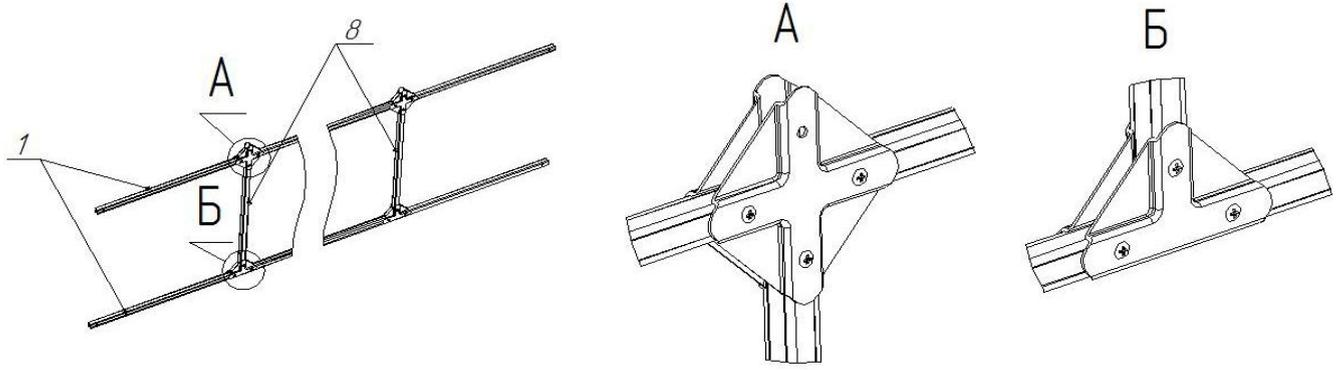

Рис. 2
6.2 Подготовьте к сборке боковые элементы теплицы состоящие из боковых стрингеров 1 и надставок дуги 8 (рис. 2). Длина теплицы определяется количеством стрингеров, собранных в один продольный элемент (для 4 метровой теплицы 2 стрингера, для 6 метровой три стрингера, для 8 метровой 4 стрингера). Стыковка стрингеров производится при помощи косынок.